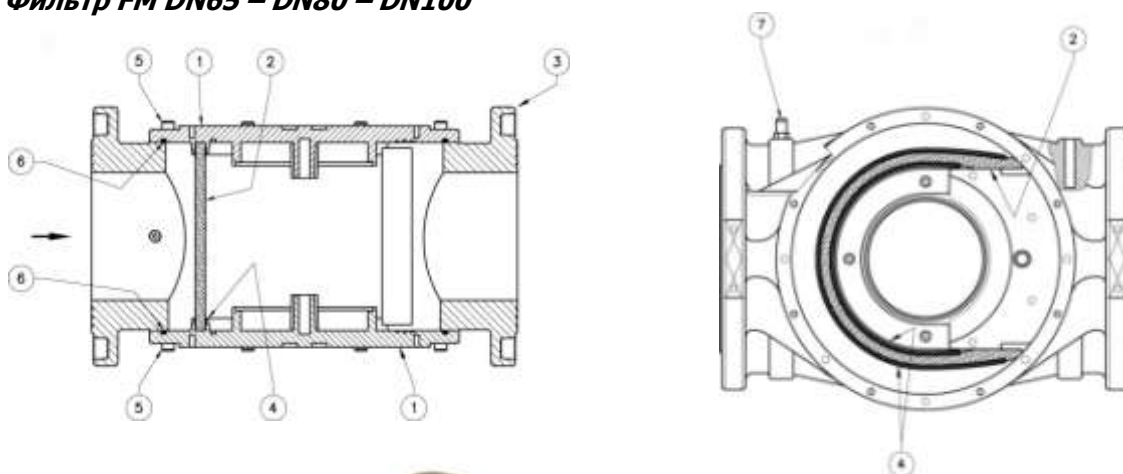

Рис. 4
Фильтр (рис. 4) состоит из: крышка (1); фильтрующий элемент (2); корпус (3); направляющие фильтрующего элемента (4); винты крепления крышки (5); уплотнительное кольцо (6); штуцер для отбора давления (7).